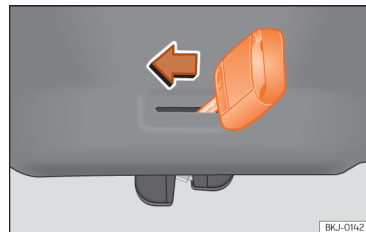

Fig. 58 Pormenor da bagageira: destrancagem de emergência.
- Introduza o palheto da chave na ranhura e desloque a chave no sentido da seta até que a fechadura desbloqueie »» Fig. 58.